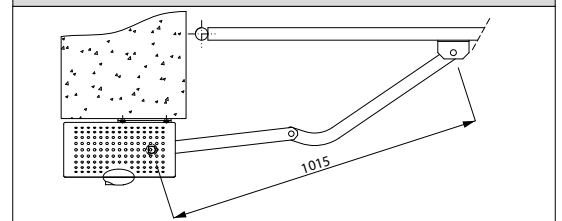

Рис. 9
### 4.2) Установка ручки разблокировки (Рис. 9).
- ВНИМАНИЕ! Крючок втулки "D" должен быть вставлен в вилку рычага разблокировки (Рис. 9b). Если не попадает, разблокировка не работает.** Блокировка легко производится, повернув ручку "А" в сторону, обратную разблокировке: по часовой стрелке для левой створки, против часовой стрелки для правой створки и блокируется в таком положении ключом. Проверьте, что втулка "D" расположена горизонтально (Рис. 9b) и оденьте кожух, ручкой разблокировки с лицевой стороны, как показано на Рис. 9с.
Рис. 9б
Рис. 9с